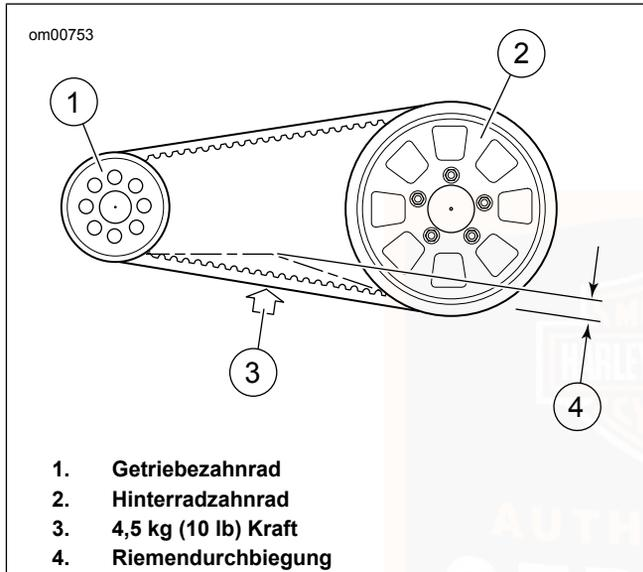

Abbildung 32. Riemendurchbiegung: Dyna-Modelle
3. Siehe Abbildung 32. Die Halterung gegen die Unterseite des Riemens auf halbem Wege zwischen Getriebezahnrad und Hinterradzahnrad anordnen.